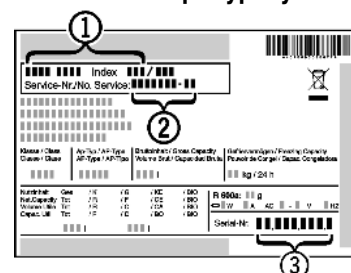

Fig. 21
- ▶ Avläs skåpbeteckningen *Fig. 21 (1)*, servicenumret *Fig. 21 (2)* och serienumret *Fig. 21 (3)* på typskylten. Typskylten sitter på vänster sida inne i skåpet.